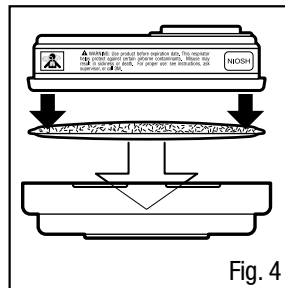

Fig. 4
2. Enfoncer la cartouche dans le dispositif de retenue de filtre. Elle devrait s'enclencher fermement dans le dispositif de retenue de filtre. Une fois correctement installé, le filtre couvre entièrement la face de la cartouche (Fig. 4).